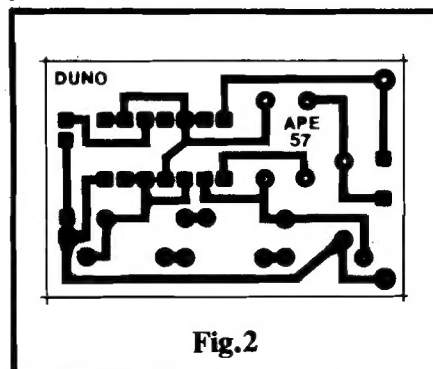

Fig.2
**- FIG. 2 - LAY OUT DO CIRCUITO IMPRESSO ESPECÍFICO** - A plaquinha é "maneira" em tamanho (como convém a uma montagem que deva ser mecanicamente "embutida" num brinquedo...) e simples na sua disposição de ilhas e pistas... Como a figura está em tamanho natural (1:1), é só "carbonar" sobre a face cobreada de um fenolite virgem nas convenientes dimensões, e "tocar o barco" na con-